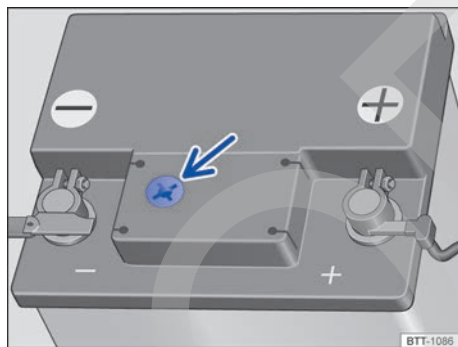

Fig. 218 Mirilla en la parte superior de la batería de 12 voltios (representación esquemática).
- Procure disponer de buena iluminación para poder distinguir bien el indicador de color en la mirilla redonda de la parte superior de la batería → fig. 218 (flecha). No utilice nunca una llama desprotegida u objetos incandescentes para alumbrarse.